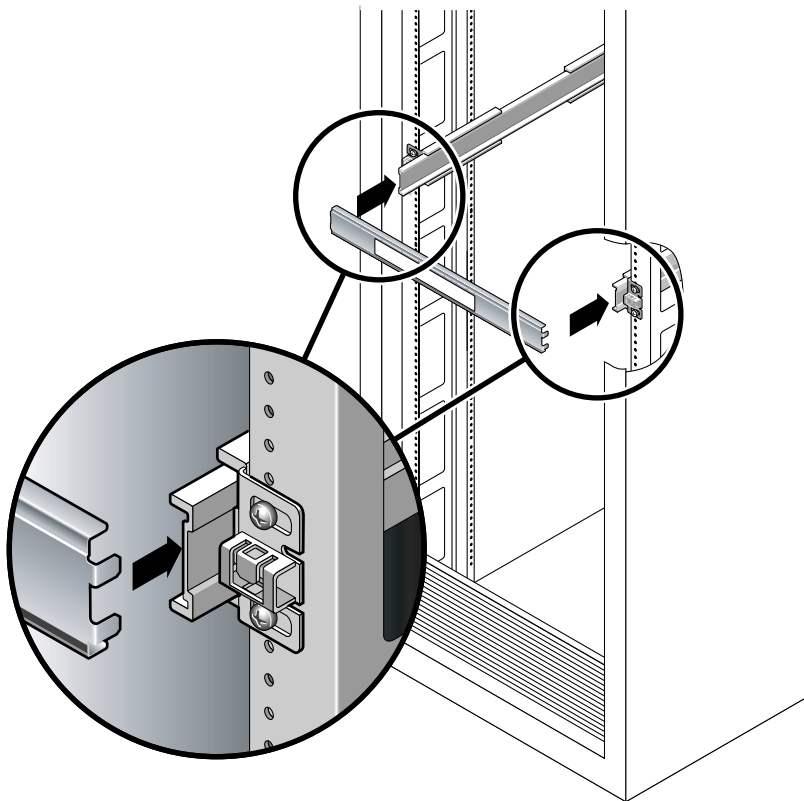

图 2-6 使用滑轨距离调整工具调整滑轨之间的距离
- a. 在机架的前面，将调整工具的左侧插入左滑轨末端的插槽（图 2-6）。